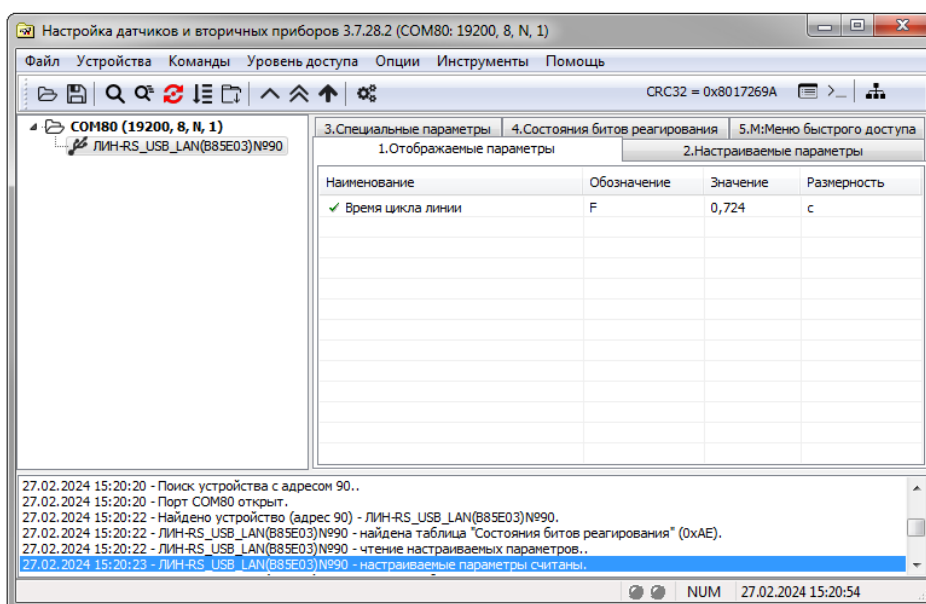

Рисунок 24
35. Если все сделано правильно, программа «Настройка датчиков и вторичных приборов» произведет чтение настроек адаптера ЛИН-RS485/232 (рисунок 24).